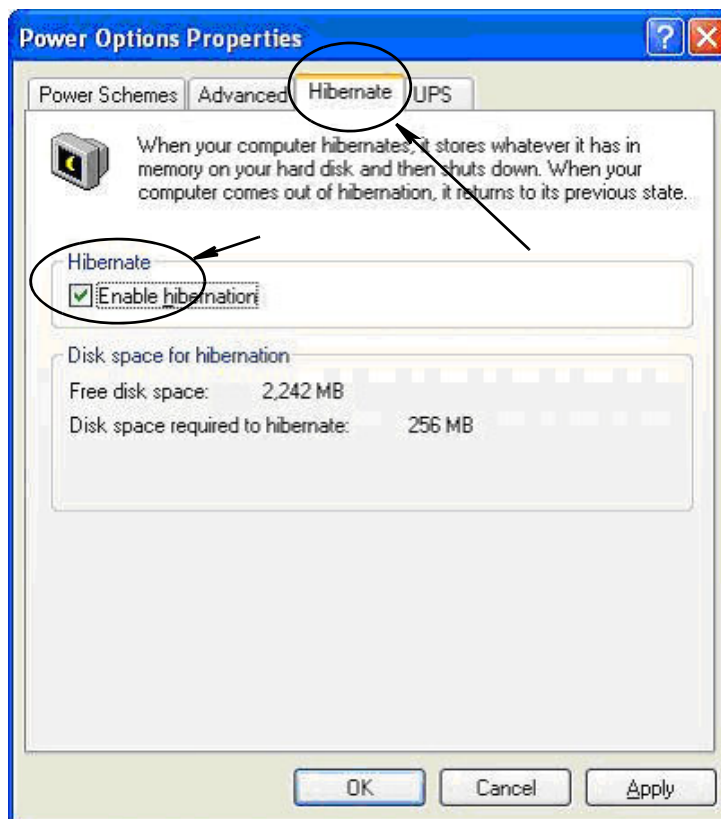

FIG. 15
3. Seleccione la pestaña Hibernar. Para desactivar la opción de hibernación, borre, es decir, elimine la selección de la casilla de verificación Habilitar hibernación. Haga clic en Aplicar y Aceptar para cerrar todas las ventanas (FIG. 15) y guardar los cambios.